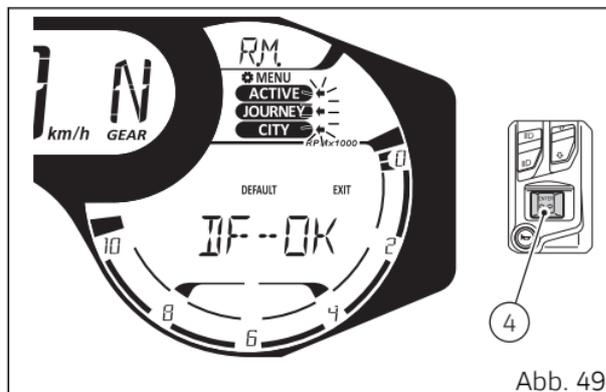

Abb. 49
Daraufhin zeigt das Cockpit für weitere 2 Sekunden die permanente Angabe „DF - OK“ (Abb. 49) an. Nach Ablauf der 2 Sekunden zeigt das Cockpit die Angabe „EXIT“ mit blinkender Umrandung an. Wird jetzt die Taste (4) gedrückt, schaltet das Cockpit auf die vorausgehende Anzeige.